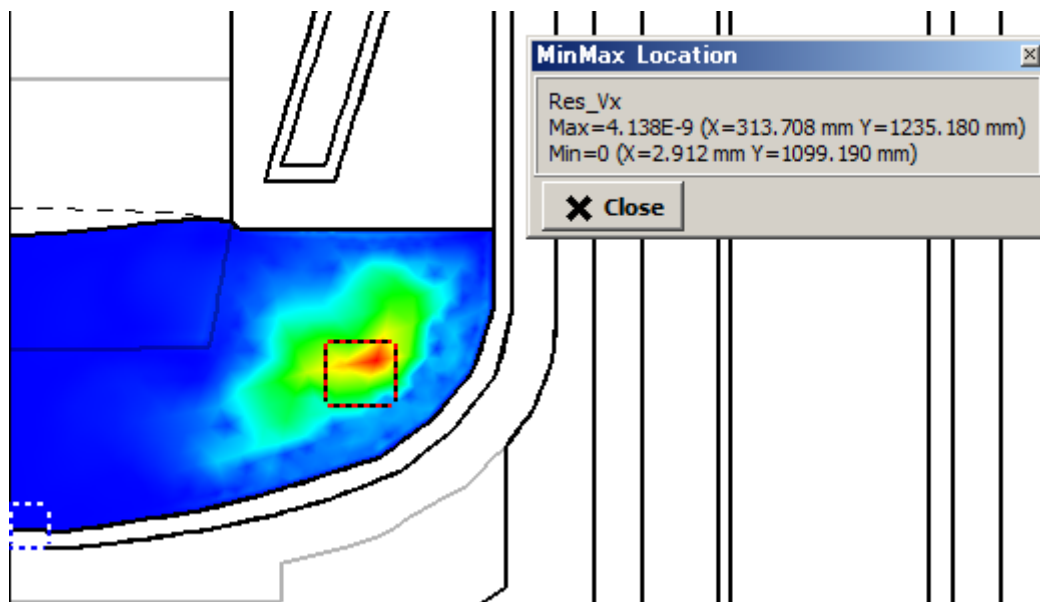

図 7. Min Max Location 機能
- Tools 機能のリリース (Min Max Location) (図 7)